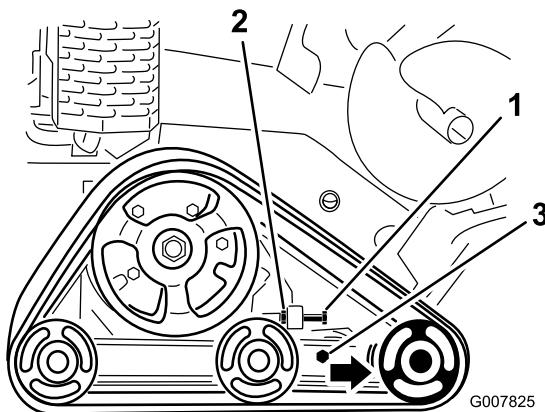

Figure 49
3. Desserrez l'écrou de blocage sur le boulon de réglage de tension de la chenille et les boulons de serrage du bras de tension (Figure 49).
4. Serrez le boulon de réglage de tension à un couple de 32,5 à 40 N·m pour tendre la chenille (Figure 49).
4. Desserrez le boulon de réglage de tension et l'écrou de blocage (Figure 49).
5. Desserrez les boulons de serrage (Figure 49).